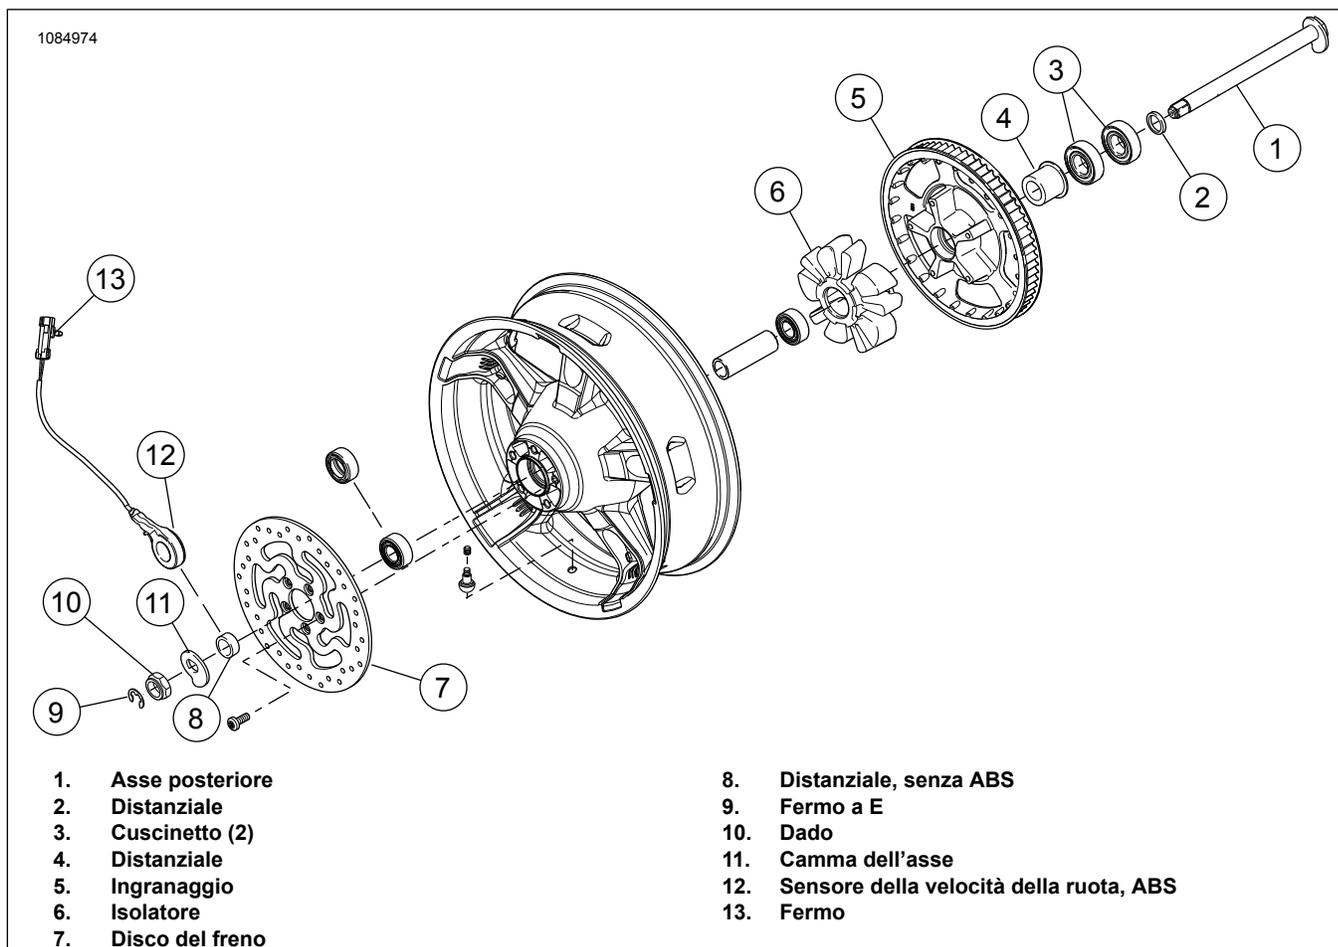

Figura 5. Parti della ruota posteriore riutilizzabili
3. Vedere la figura 5. Rimuovere e smontare il gruppo della ruota posteriore esistente. Vedere il manuale di manutenzione.